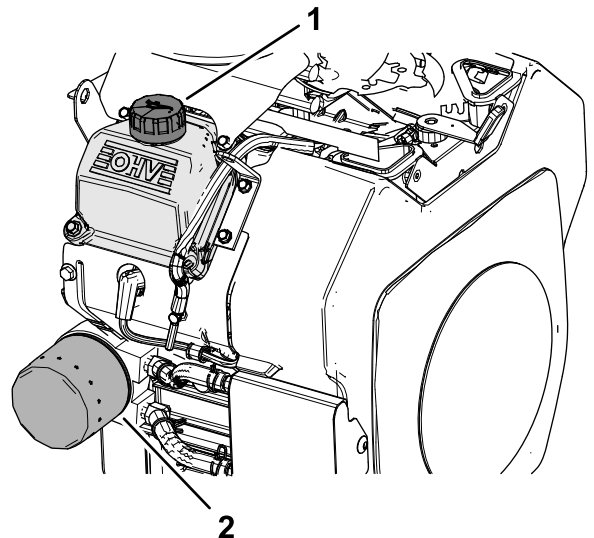

Figura 33
2. Demontai filtrul vechi i tergei suprafaa garniturii adaptorului buonului (Figura 33).
3. Aplicați un strat subțire de ulei proaspăt pe garnitura din cauciuc a filtrului nou (Figura 33).
5. Scoateți capacul buionului de umplere cu ulei (Figura 33) și adăugați 2 l din uleiul specificat la motor; consultați Specificațiile uleiului de motor (Pagină 30) și Schimbarea uleiului (Pagină 31).